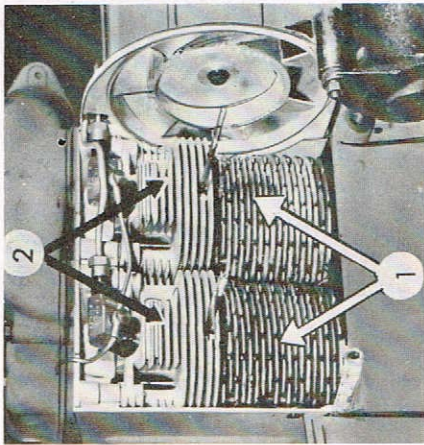

Bild 15
Alle 150 Betriebsstunden ist besonders bei schmutzigen Betriebsverhältnissen die Reinigung der Kühlrippen, des Motors und des Ölkühlers notwendig. Staubiger Niederschlag auf den Kühlrippen der Zylinder (Bild 15) der Zylinderköpfe (2) und des Ölkühlers, insbesondere in Anwesenheit von Kraftstoff und Schmieröl, bedeutet verminderte Kühlung.